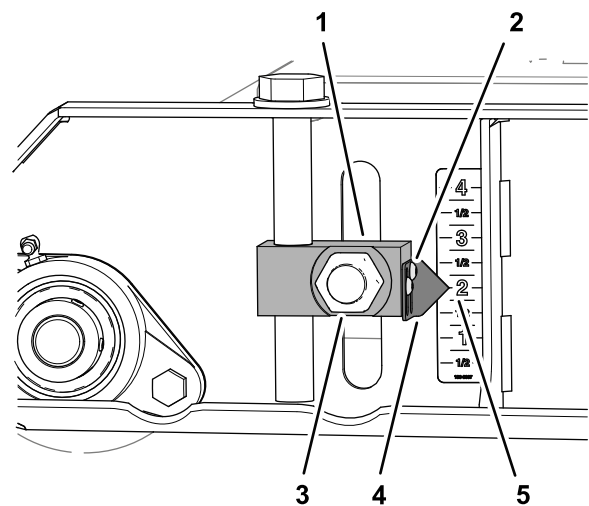
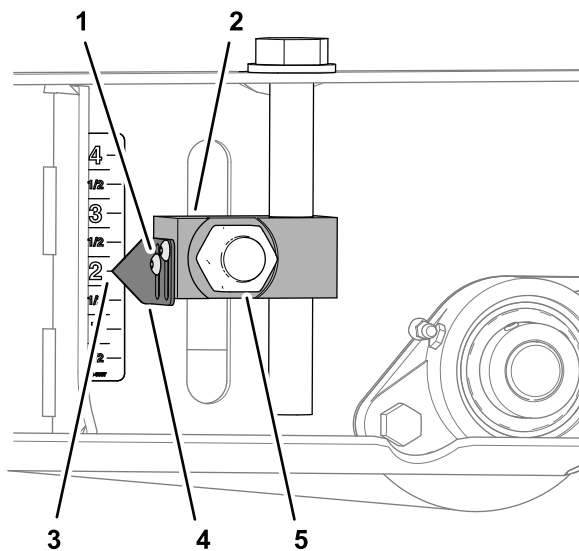

Figura 82
Figura 84
3. Desaperte os dois parafusos com cabeça flangeada que fixam o indicador para o bloco ajustador da altura de corte, alinhe o indicador com a marca de 5 cm no autocolante e aperte os parafusos (Figura 82).
- Desaperte os parafusos com cabeça flangeada que fixam os dois indicadores para o bloco ajustador da altura de corte, alinhe os indicadores com a marca de 2 pol. no autocolante e aperte os parafusos (Figura 84).
- Aperte as quatro porcas que fixam os quatro blocos ajustadores da altura de corte (Figura 82 e Figura 84) para os rolos dianteiro e traseiro com 322 a 396 N·m.